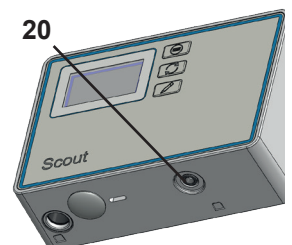

Fig. 8
- ⇒ Conectar o cabo de conexão da unidade de sensor à conexão da unidade de programação e exibição (20, Fig. 8).
- ⇒ Prensar o cabo de conexão para dentro da guia de cabo (21) para evitar a desconexão inadvertida do plugue de conexão.